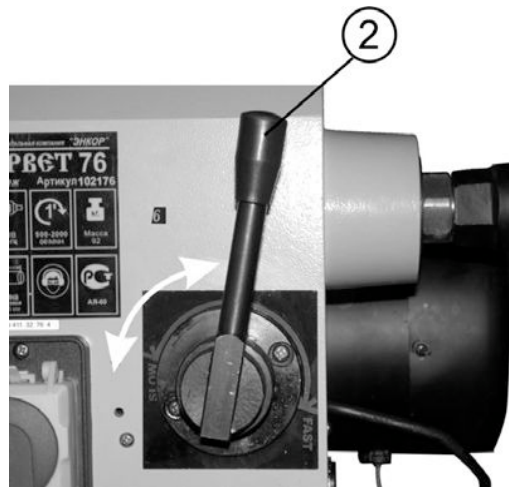

Рис.12
9.3. Регулировка частоты вращения шпинделя передней бабки (Рис. 12)